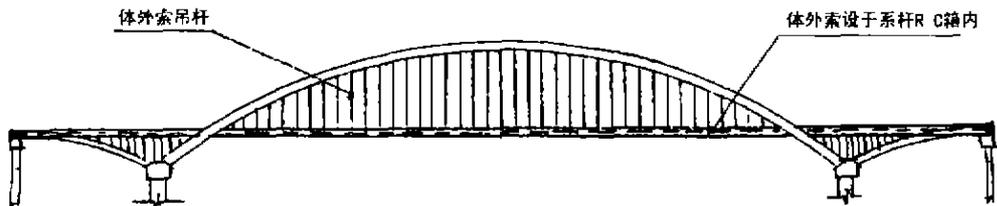

图2 体外索用于钢管砼飞燕型中承式拱桥布索示意图
3.3 在体外预应力系杆拱技术的基础上，近十几年来发展了一种体外预应力作为系杆的钢管砼连跨飞燕型中承拱桥。在它两边跨端部之间设置通长的体外预应力系杆，通过边拱拱肋平衡主拱拱肋所产生的拱推力。吊杆也采用体外索，边拱拱肋采用R.C.箱形拱肋，主拱拱肋采用钢管砼桁架拱肋，在国内这种中承拱的中跨已发展到360m（见图2）。